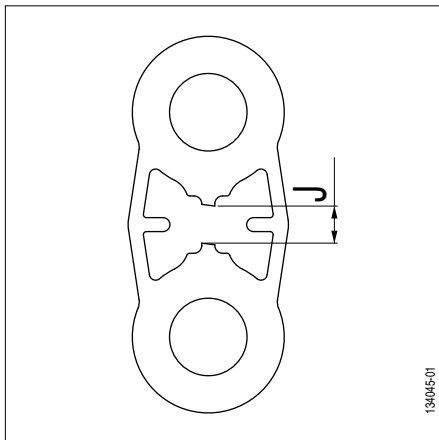
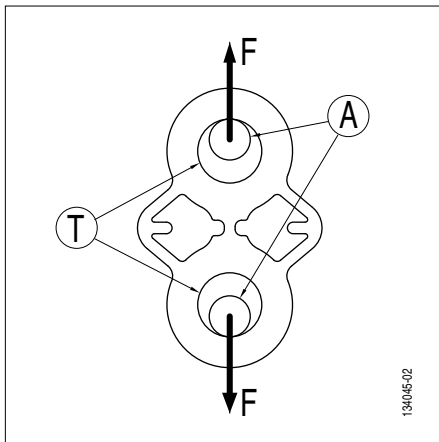
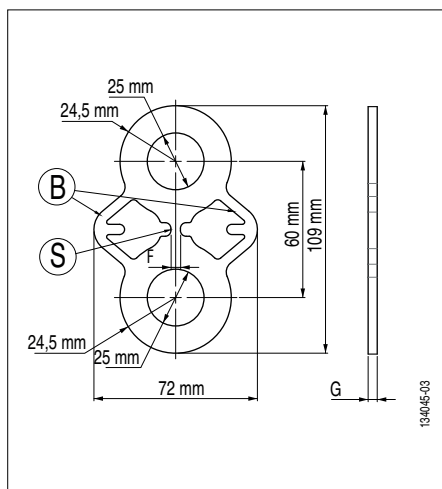

Fig. 1
Fig. 2
Fig. 3
La charge de test est atteinte par la rupture de la section centrale de la plaquette (fig. 3 page 4, repère S). Une paire de bras de retenue (fig. 3 page 4, repère B) permet de garantir le maintien de la ligne de mise en charge après rupture de la section indicatrice 'S'.
Une gamme complète des plaquettes de test TA a été développée en vue de tester en traction les points d'ancrage. Les trous d'accrochage (fig. 2, repère T) des plaquettes sont dimensionnés en vue de recevoir des manilles lyre de haute résistance. Les différentes références de plaquettes de test TA sont réalisées en acier inoxydable de même nuance en vue de garantir la rupture de la section (fig. 3, page 4, repère S) avec une précision de $\pm 10\%$ par rapport à la charge de rupture CR indiquée sur la plaquette (chapitre "11 Marquages"). Les bras de retenue (fig. 3, page 4, repère B) sont dimensionnés en vue de garantir une résistance mécanique d'au minimum la charge de rupture CR indiquée sur la plaquette.
- Mise en charge de la plaquette de test TA (fig. 2).
- A la charge de rupture CR indiquée sur la plaquette (chapitre "11 Marquages") rupture de la section S (fig. 3, page 4, repère S).
→ Allongement de la plaquette et apparition d'un jeu 'J' entre les deux demi-parties haute et basse de la plaquette de test TA (fig. 1, jeu J).
DANGER : Si l'opérateur remet en charge la plaquette après rupture de la section 'S', il y a risque de rupture des bras de retenue (fig. 3, page 4, repère B) et chute de l'appareil de mise en charge. Le jeu 'J' maximum (fig. 1, jeu J) ne doit pas dépasser 15 mm.